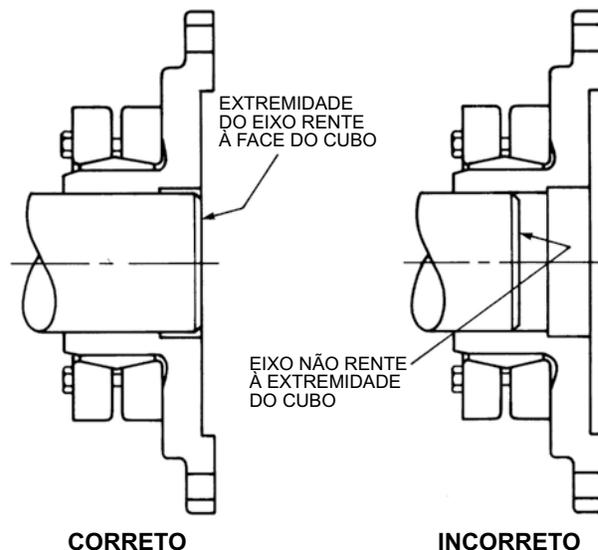

Figura 4
- (5) Deslize o cubo e o disco de contração até o devido lugar no eixo. Monte o cubo como mostrado na Figura 4, de modo que cada face esteja rente à extremidade do seu eixo.